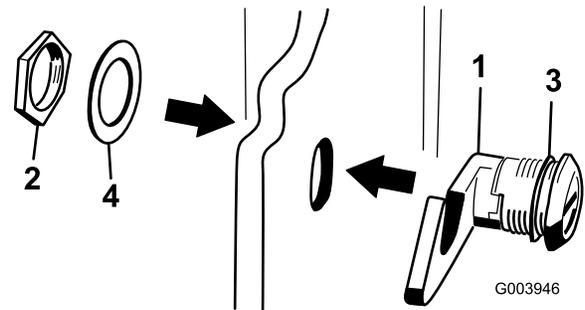

Figure 16
3. Retirez l'écrou du verrou du capot (Figure 16).